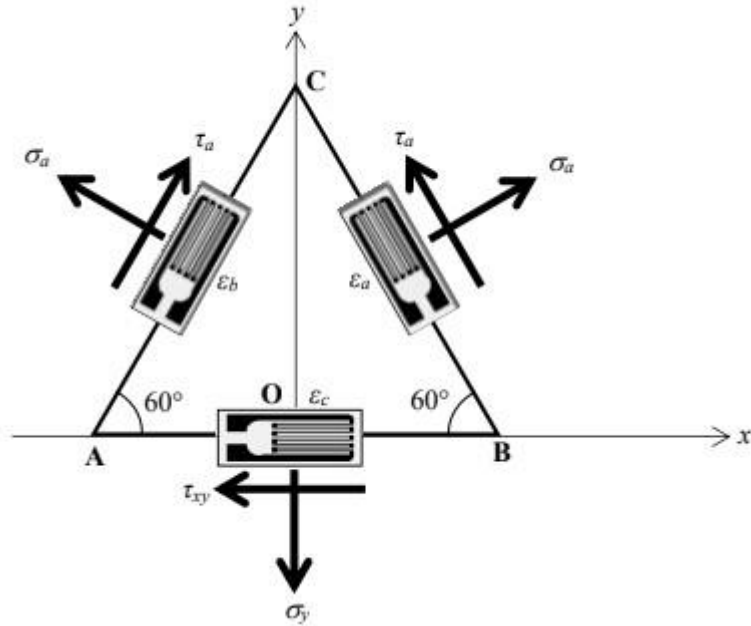

Fig.2 弾性体表面に描かれた正三角形の応力状態
[2]Fig.2 のように弾性体表面に描かれた△ABC が以下のような応力状態にある．弾性体には面内荷重が作用しているものとし，辺の三か所にはひずみゲージが貼り付けられていて，すべての辺方向のひずみを求めることが出来る．
- (1) Fig.2 を参考にして， x 方向及び y 方向の力のつり合い式から垂直応力 σ_y ，せん断応力 τ_{xy} を σ_a ， τ_a を用いて表せ．
- (2) 垂直応力 σ_x を σ_a ， τ_a を用いて表せ．
- (1) Fig.2 を参考にして、 x 方向及び y 方向の力のつり合い式から垂直応力 σ_y 、せん断応力 τ_{xy} を σ_a 、 τ_a を用いて表せ。